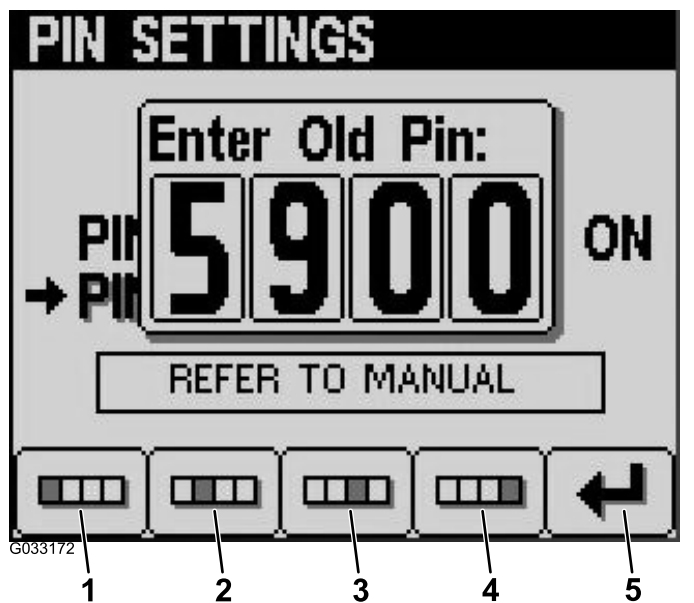

Figure 15
6. Saisissez l'ancien code PIN en utilisant les boutons 1 à 4 puis en appuyant sur le bouton 5 pour confirmer (Figure 15).